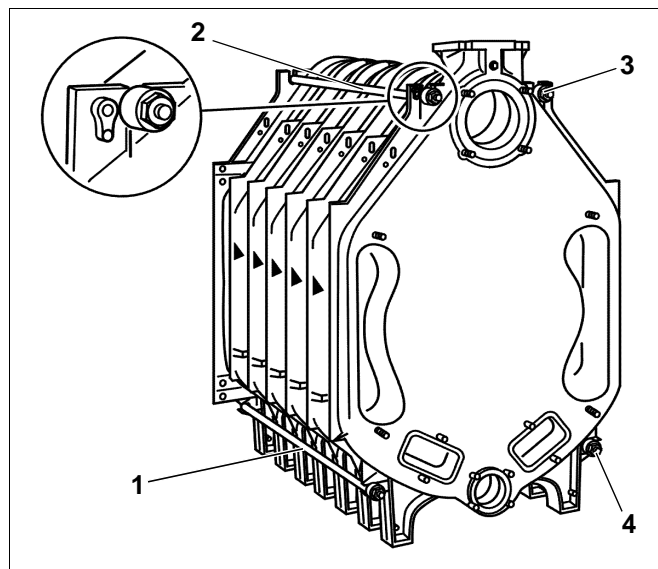

Fig. 19 Montaggio dei tiranti d'ancoraggio
- Immettere i tiranti d'ancoraggio, con inseriti i pacchetti elastici, a sinistra ed a destra, sopra e sotto, nelle camme di ghisa accanto ai mozzi della caldaia (fig. 19, pos. 1 - 4).